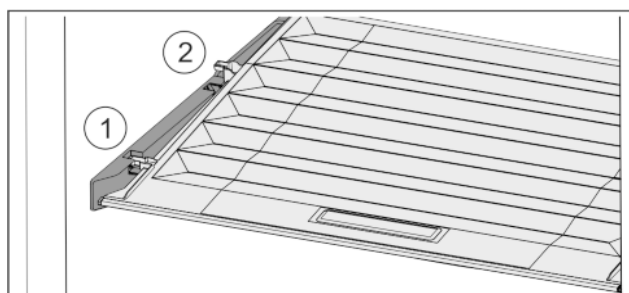

Fig. 33
- ▶ Pokrywę pociągnąć do przodu Fig. 33 (1), aż otworzy się w elementach trzymających.
- ▶ Podnieść tył od dołu i wyciągnąć Fig. 33 (2) go do góry.